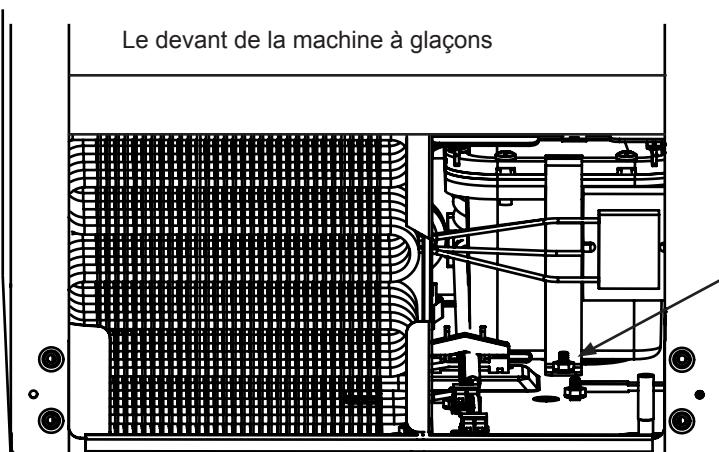

Figure 38
3. Ôtez les supports avant et arrière de la pompe de drainage (Voyez les Figures 38, 38a et 39).